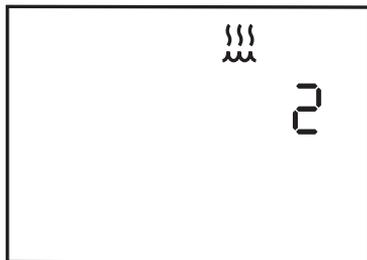

Figura 6–6 Ecrã de definição do humidificador
1. No ecrã do modo em espera (standby) ou de monitorização, pressione ininterruptamente a tecla  durante vários segundos. O ecrã de definição do humidificador aparece, tal como ilustrado na Figura 6–6.